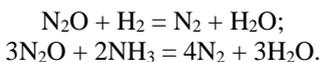

Рис. 6.15. Строение N₂O
Оксид азота (I) N₂O (он же закись азота, «веселящий газ») – не-солеобразующий оксид, бесцветный газ, в воде нерастворим. Степень окисления азота +1, валентность центрального атома азота IV (рис. 6.15).